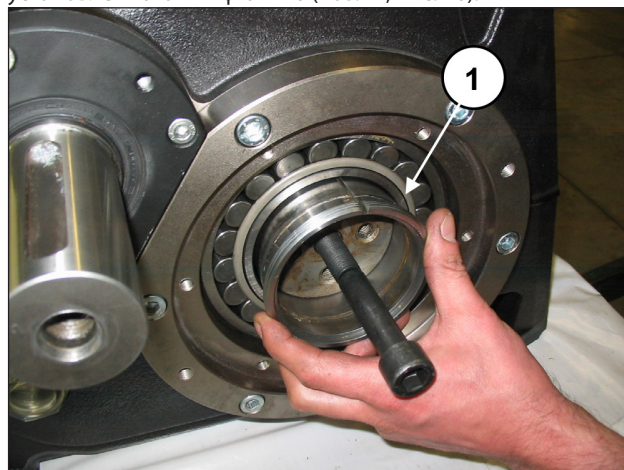

Рис. 76
Частично вставьте две закрепительные втулки, удерживая коленчатый вал приподнятым с помощью ранее установленного штифта M16 (поз. ①, Рис. 76).